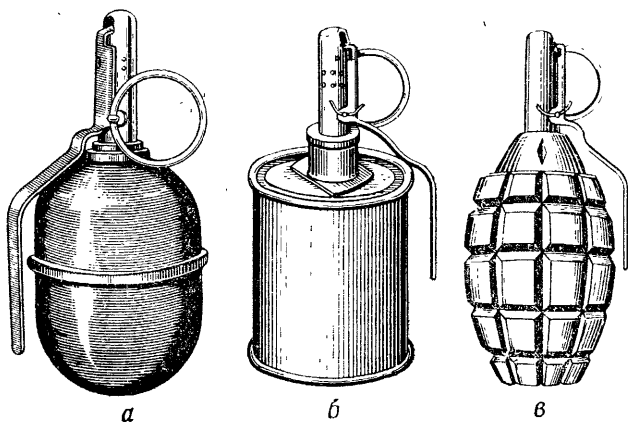

Рис. 1. Общий вид ручных осколочных гранат:
1. Ручные осколочные гранаты (рис. 1) предназначаются для поражения осколками живой силы противника в ближнем бою (при